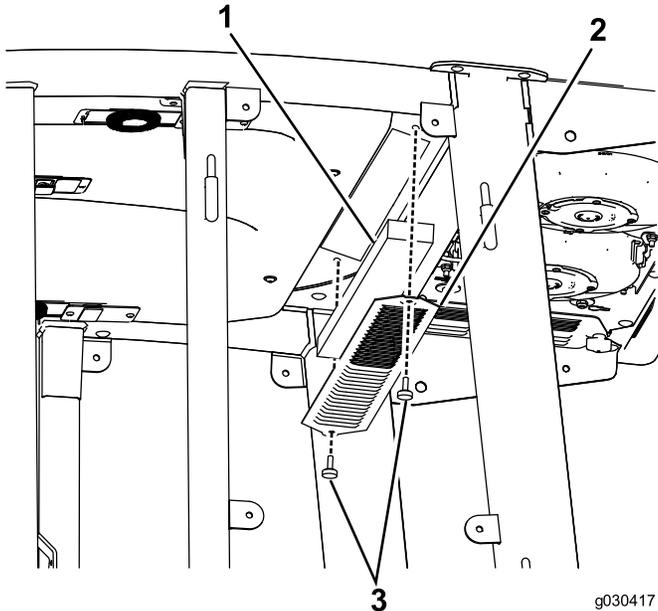

Figure 64
1. Retirez les vis à oreilles et les grilles des filtres à air intérieur et arrière de la cabine (Figure 64).